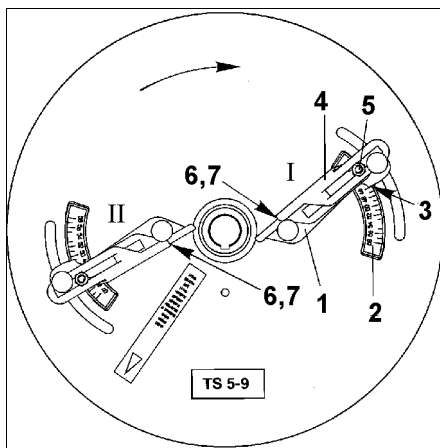

Fig. 46
- Aflæsningskanten (Fig. 46/7) på skovlen "I" indstilles til bogstaveværdien "D" og den yderste skovlende spændes fast. Skovlen "I" sættes til indstillingsværdi "50" og spændes fast.
- Aflæsningskanten (Fig. 46/7) på skovlen "II" indstilles på bogstaveværdi "F" og den yderste del af skovlen spændes fast. Skovlen "II" indstilles til talværdi "46" og spændes fast..